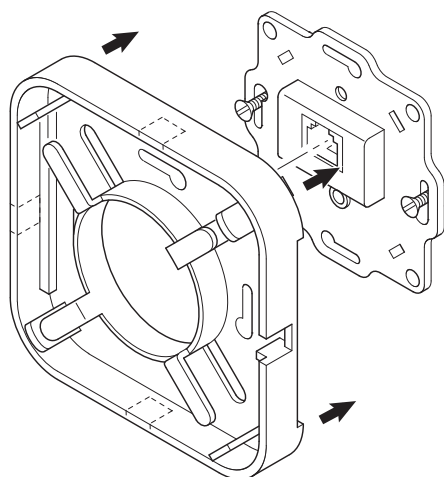

Fig.15-3: Montage Geniix Design Cover Tronic
- Elektronikabdeckung auf die Pump Tronic aufsetzen und beide Komponenten gemeinsam wieder befestigen. (siehe Fig. 15-3).